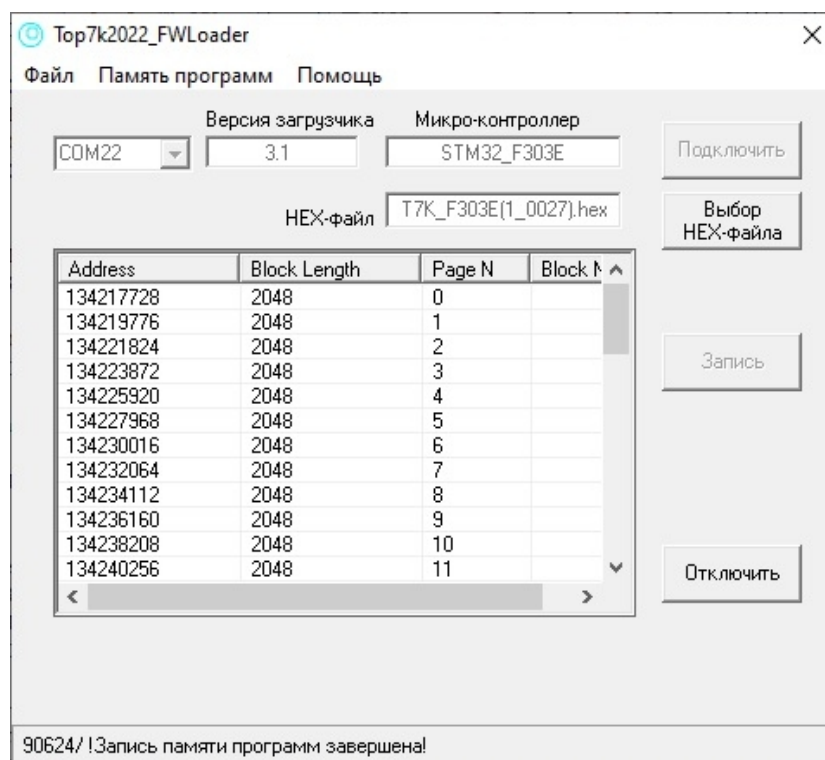

Рис.8. Окончание процесса записи новой версии внутреннего ПО (FW)
10. По окончании процесса записи в нижней строке окна программы-загрузчика будет выведено сообщение об успешном его завершении (см. рис.8), а прибор будет включен.